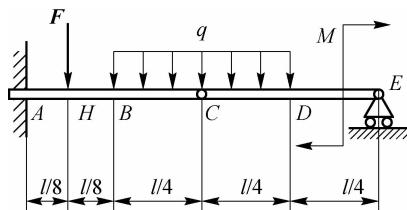

图 1-5
4. 如图 1-5 所示,组合梁 AC 和 CE 用铰链 C 相连,A 端为固定端,E 端为活动铰链支座。已知 $l = 8\text{ m}$, $F = 5\text{ kN}$, 均布载荷集度 $q = 2.5\text{ kN/m}$, 力偶矩的大小 $M = 5\text{ kN} \cdot \text{m}$, 试求固定端 A、铰链 C 和支座 E 的约束反力。